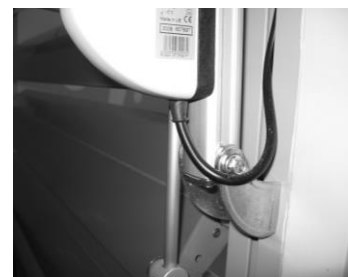

Fig. 7
- E. Monter la bride porte moteur sur le profilé de l'actionneur en engageant comme il se doit les vis de blocage dans le logement du profilé. Veiller à ce qu'elle soit bien placée dans la queue de l'actionneur (Fig. 7).